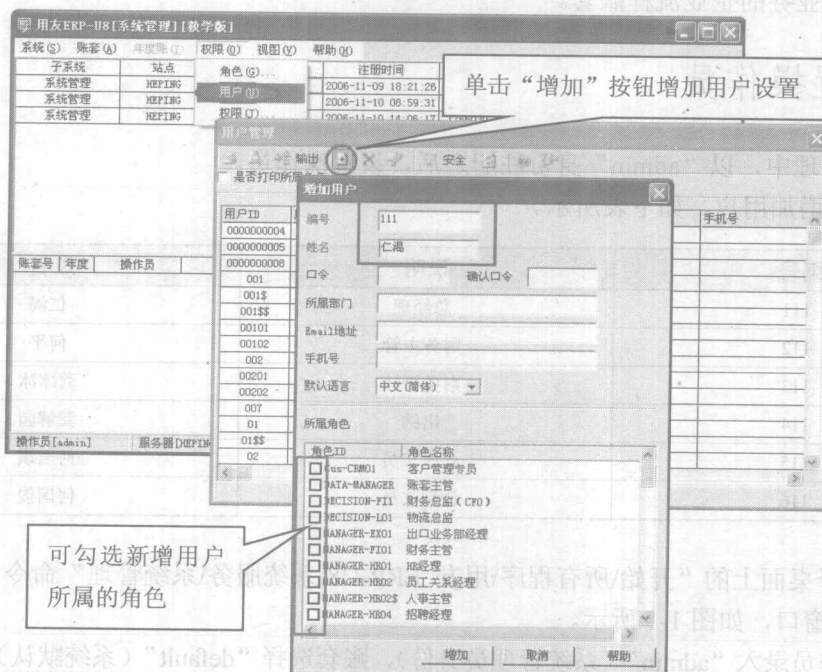

图 1-2
(3) 在“系统管理”窗口中，选择“权限\用户”项，系统弹出“用户管理”窗口，单击“增加”按钮，系统弹出“增加用户”窗口，在编号中输入“01”，在姓名中输入“仁渴”，单击“增加”按钮保存并增加新用户。
(4) 接着录入例 1-1 中的其他资料，如图 1-2 所示。